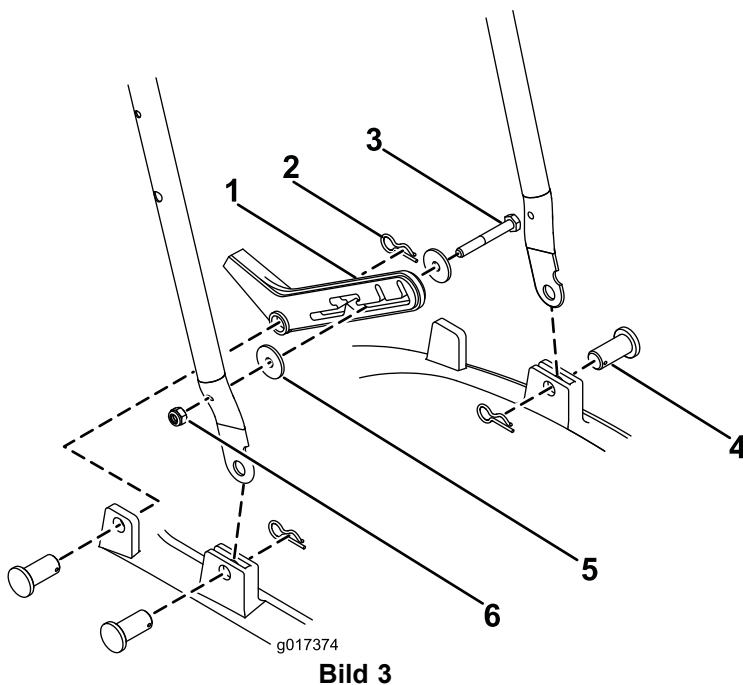

Bild 3
1. Schieben Sie den unteren Bügel in den Rahmen (Bild 3).